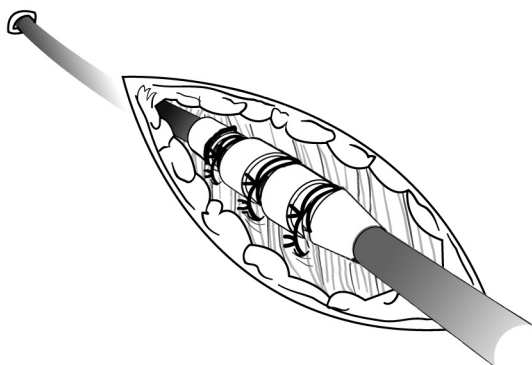

Figure 10. Exemple de manchon de suture, technique d'implantation percutanée
- a. Après le retrait de la gaine de l'introducteur et du cathéter guide, glisser le manchon de suture profondément dans les tissus (Figure 10 Exemple de manchon de suture, technique d'implantation percutanée en page 34).